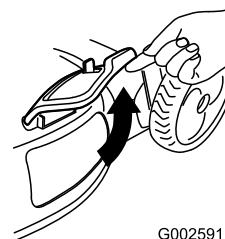

Figura 25
2. Levante la puerta de descarga lateral (Figura 25).